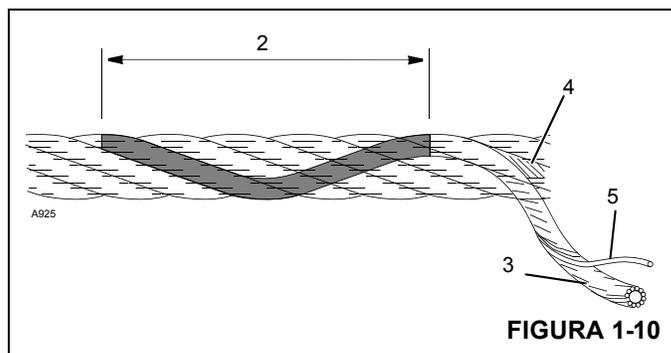

FIGURA 1-10
13. Al buscar alambres rotos (5) (Figura 1-10), alíe el cable, muévelo hacia afuera de los “puntos de recogida” y dóblelo lo más que se pueda. Utilice un punzón afilado para separar los alambres y trenzas, levantando todos los alambres que parezcan estar sueltos o que se muevan excesivamente. Los defectos del cable hacen referencia a la “longitud de sesgo” (2), que es la distancia medida a lo largo del cable en donde una trenza (3) logra una revolución completa alrededor del núcleo (4).